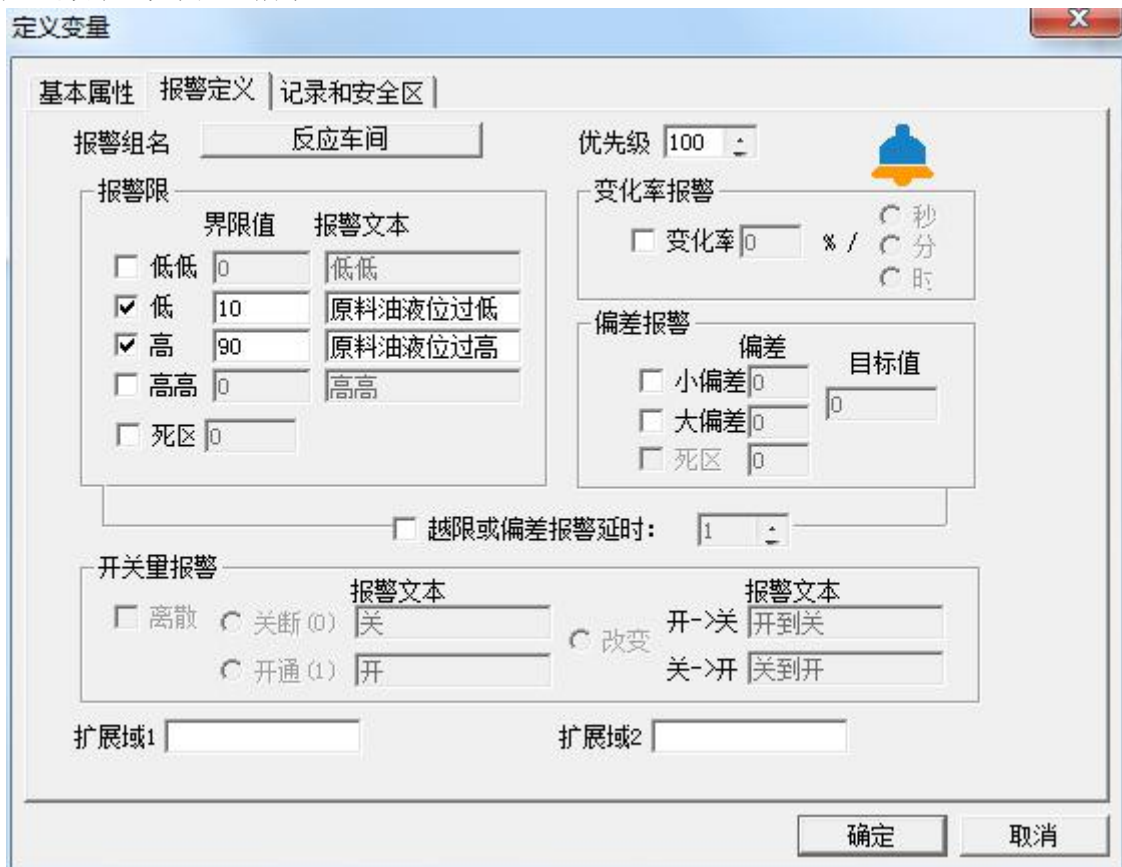

图 5-3 报警属性定义窗口
1、在数据词典中选择“原料油液位”变量，双击此变量，在弹出的“定义变量”对话框中单击“报警定义”选项卡，如图 5-3 所示。